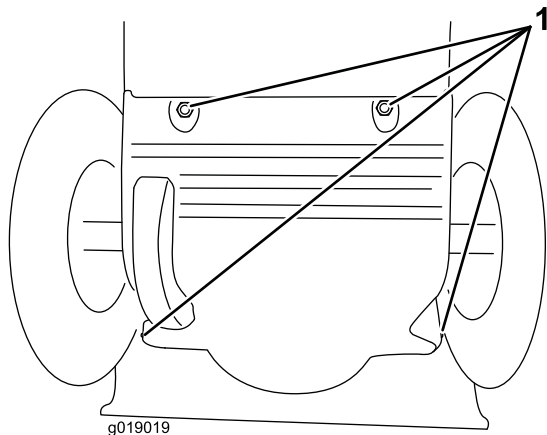

Рисунок 43
1. Сніміть задню кришку (**Рисунок 43**).